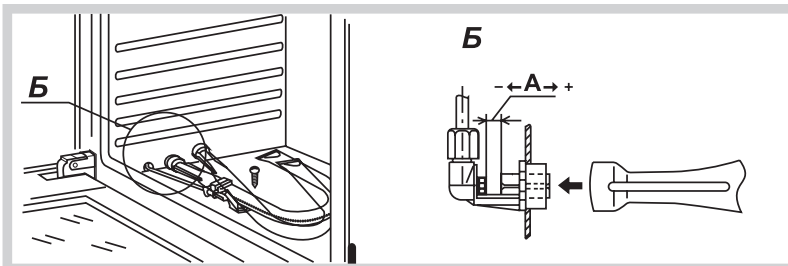

Рис. 18
- выкрутить шуруп и достать горелку из корпуса сопла (рис. 18);